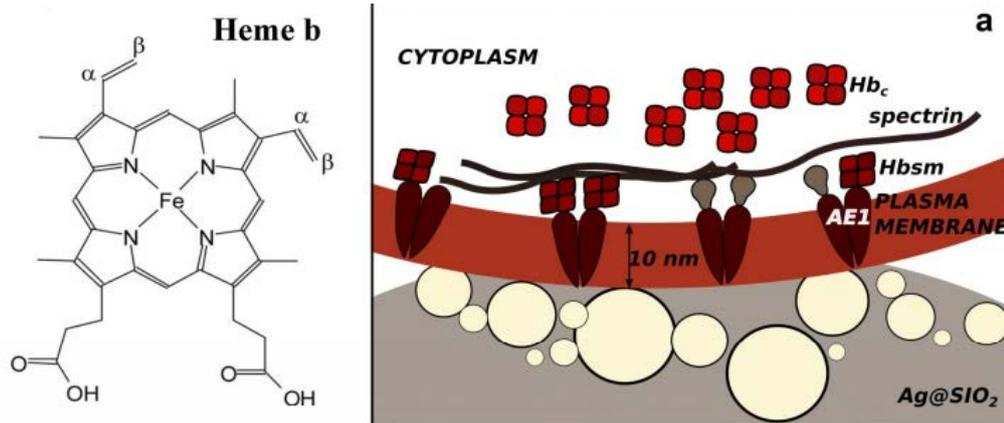
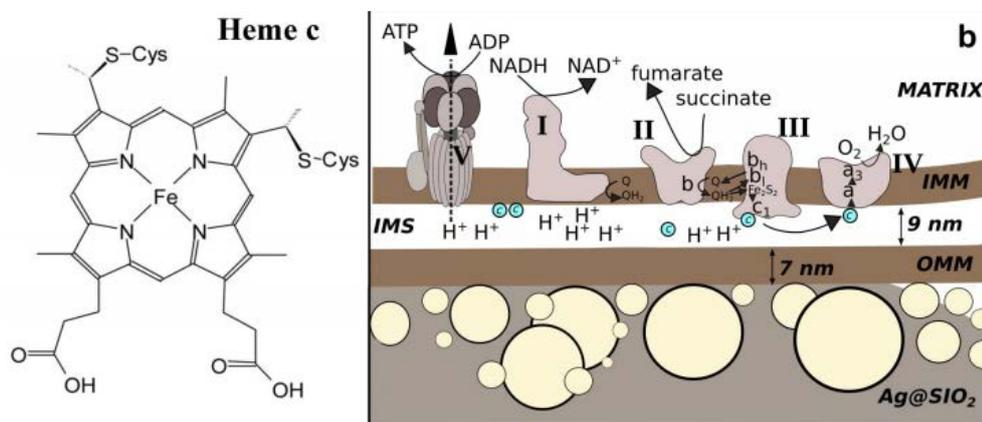

Рис.57. Структура гема b.
Рис.58. Гем c в митохондриях.
**Железо** депонируется не только в такие белковые структуры, но и активно используются для двух важных процессов. Мы можем найти его в красных кровяных тельцах, входит в состав гема (см.Рис.57). Оно переносит кислород по кровеносной системе, обеспечивая дыхание. Железо в совокупности с другими белковыми комплексами обнаруживается в митохондриях (см.Рис.58).